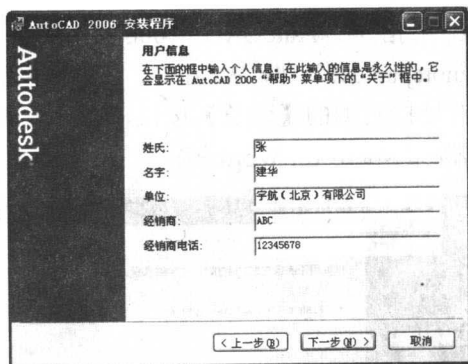

图 1.8 【用户信息】对话框
(5) 单击【下一步(N)>】按钮，打开如图 1.8 所示的【用户信息】对话框。依次输入“姓氏”、“名字”、“单位”、“经销商”和“经销商电话”等信息，单击【下一步(N)>】按钮。